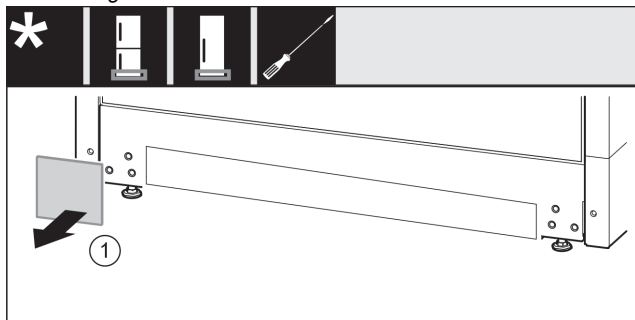

Fig. 18
- ▶ Sejměte kryt. *Fig. 18 (1)*